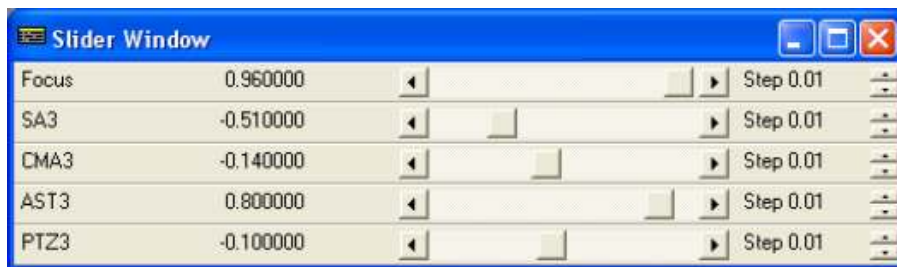

Рис.1.3. Окно ползунков.
- *Окно ползунков* (рис.1.3) – может содержать до 32 графических слайдеров, которые позволяют изменять параметры проекта в интерактивном режиме, при наблюдении действий в графических окнах в реальное время.